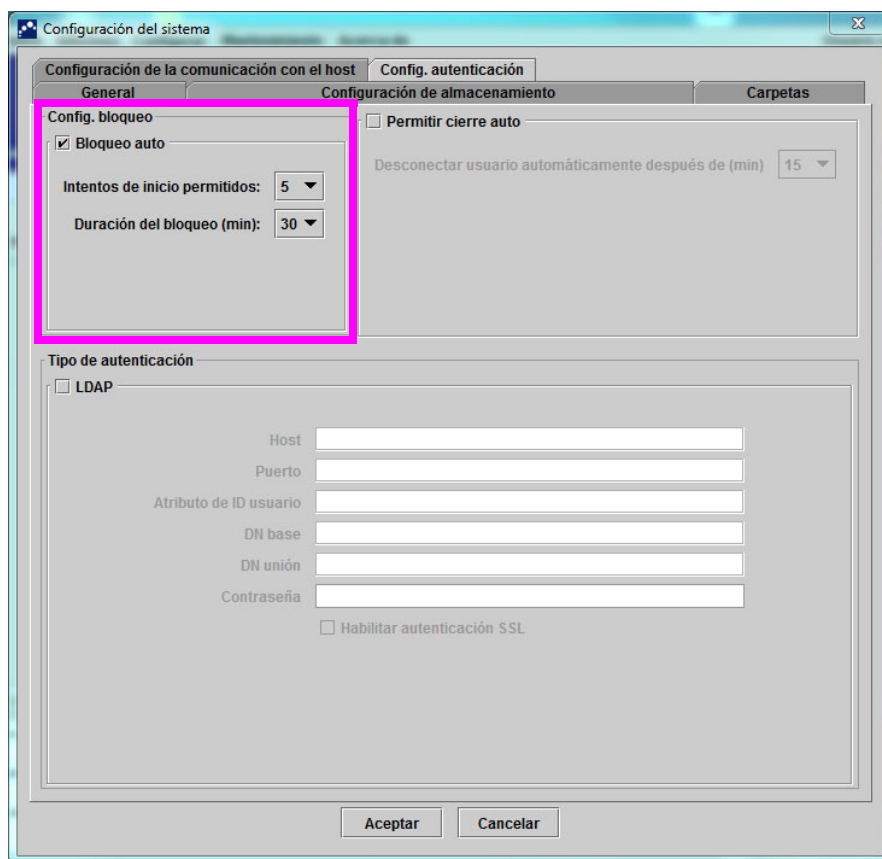

Figura 2-85. Configuración de autenticación con bloqueo automático
2. Haga clic en la ficha **Config. autenticación**; aparecerá la información de configuración de la autenticación. Consulte la figura 2-85.